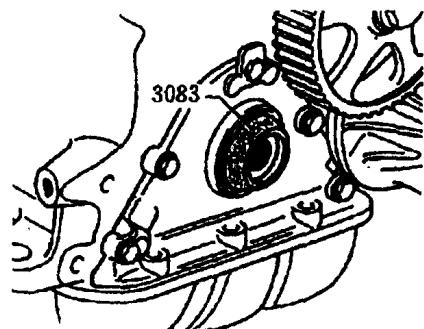
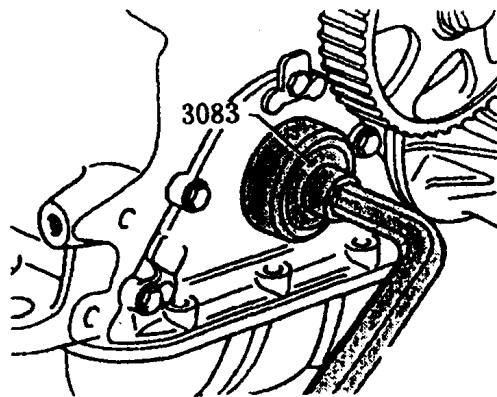

图 1-33
图 1-34
(2) 安装：在油封密封唇轻涂机油，将导向套筒 3083 装到曲轴主轴颈上（如图 1-33 所示），将油封滑到导向套筒上，用 3083 的压入套筒将油封压到头（如图 1-34 所示）。